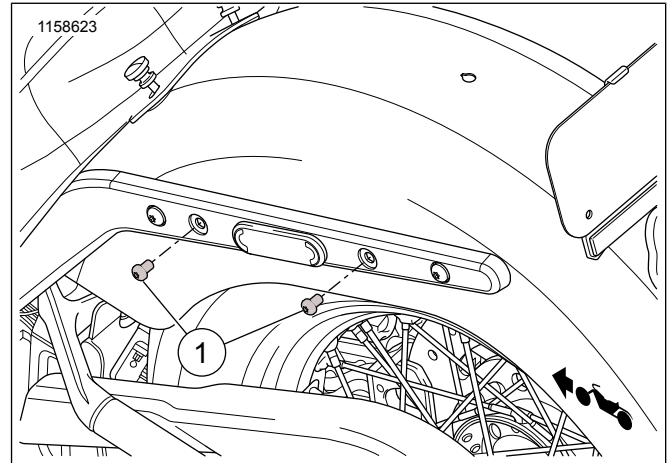

Abbildung 1. Entfernen der Schrauben - Hinterradschutzblech
2. Abbildung 1 Schutzblechstützenschrauben (1) lösen.
3. Abbildung 1 Hintere Schraube (1) entfernen und entsorgen.